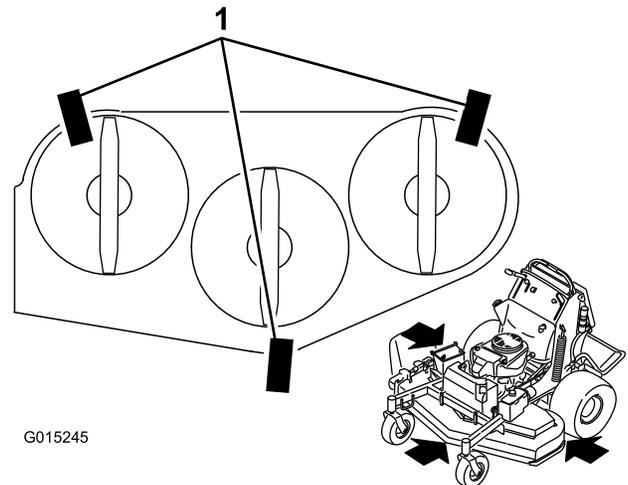

Figura 86
1. Coloque 3 blocos de madeira com 5 x 10 cm sob a plataforma do cortador como apresentado na Figura 86.